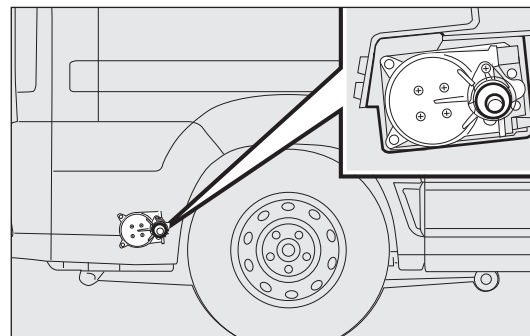
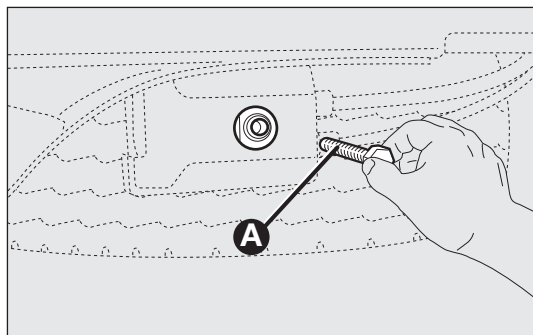

fig. 156
fig. 157
- ❑ per tutte le versioni, accedendo dal passaruote posteriore destro del veicolo fig. 156, azionare la vite di manovra del dispositivo di trattenimento ruota, utilizzando la chiave in dotazione munita di apposita prolunga/adattatore A-fig. 157;
- introdurre la chiave di smontaggio ruote sulla vite fig. 156 - 157 e ruotarla in senso orario per permettere la risalita della ruota di scorta, fino al completo appoggio alla sede sottopianale.
- introdurre la chiave di smontaggio ruote sulla vite fig. 156 e ruotarla in senso orario per permettere la risalita della ruota di scorta.